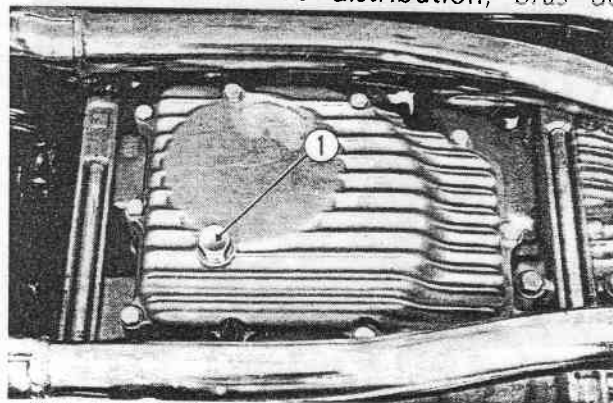

Fig. 2-1 ① Bouchon de vidange de l'huile du moteur
2. Enlever le filtre à huile et vidanger l'huile du moteur en dévissant le bouchon de vidange du réservoir d'huile (voir Fig. 15-7 de la page 146) et le bouchon de vidange de l'huile du moteur. (Fig. 2-1)